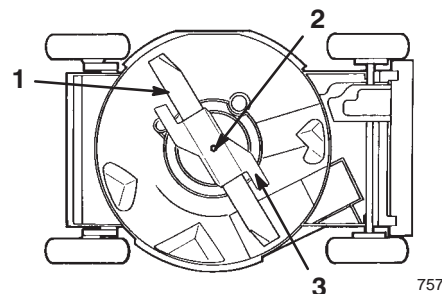

Bild 18
4. Kippen Sie den Rasenmäher auf seine **rechte** Seite (Luftfilter hoch) (Bild 18).
2. Nehmen Sie die Messerschraube, Sicherungsscheibe, den Beschleuniger und das Messer ab (Bild 18).